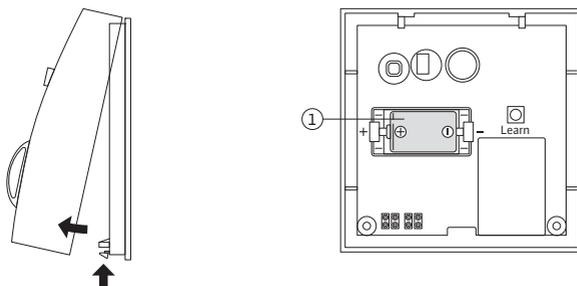

Fig. 26: Batteriewechsel
- Zum Wechsel der Batterie die Rastnase an der Unterseite des Funk-Raumtemperaturregler (Fig. 26) mit einem spitzen Gegenstand (z.B. Schraubenzieher) leicht eindrücken und Oberteil des Raumtemperaturreglers von der Grundplatte abnehmen. Danach ist das Batteriefach im Oberteil des Raumtemperaturreglers (Fig. 26, Pos. 1) zugänglich.